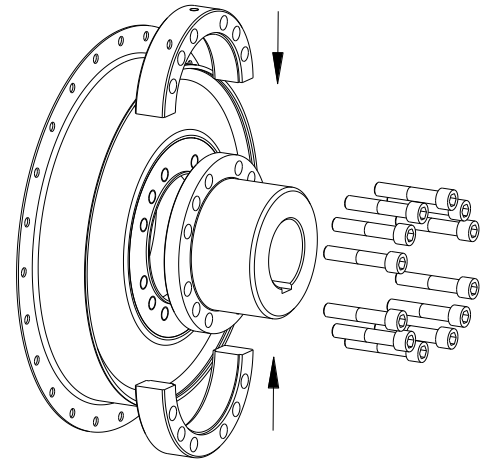

Bild 7: Montage der beiden Halbringe
- Schieben Sie die beiden Halbringe (Bauteil 3) zwischen das Elastomerteil (Bauteil 1) und der Nabe (Bauteil 2) (siehe Bild 7).